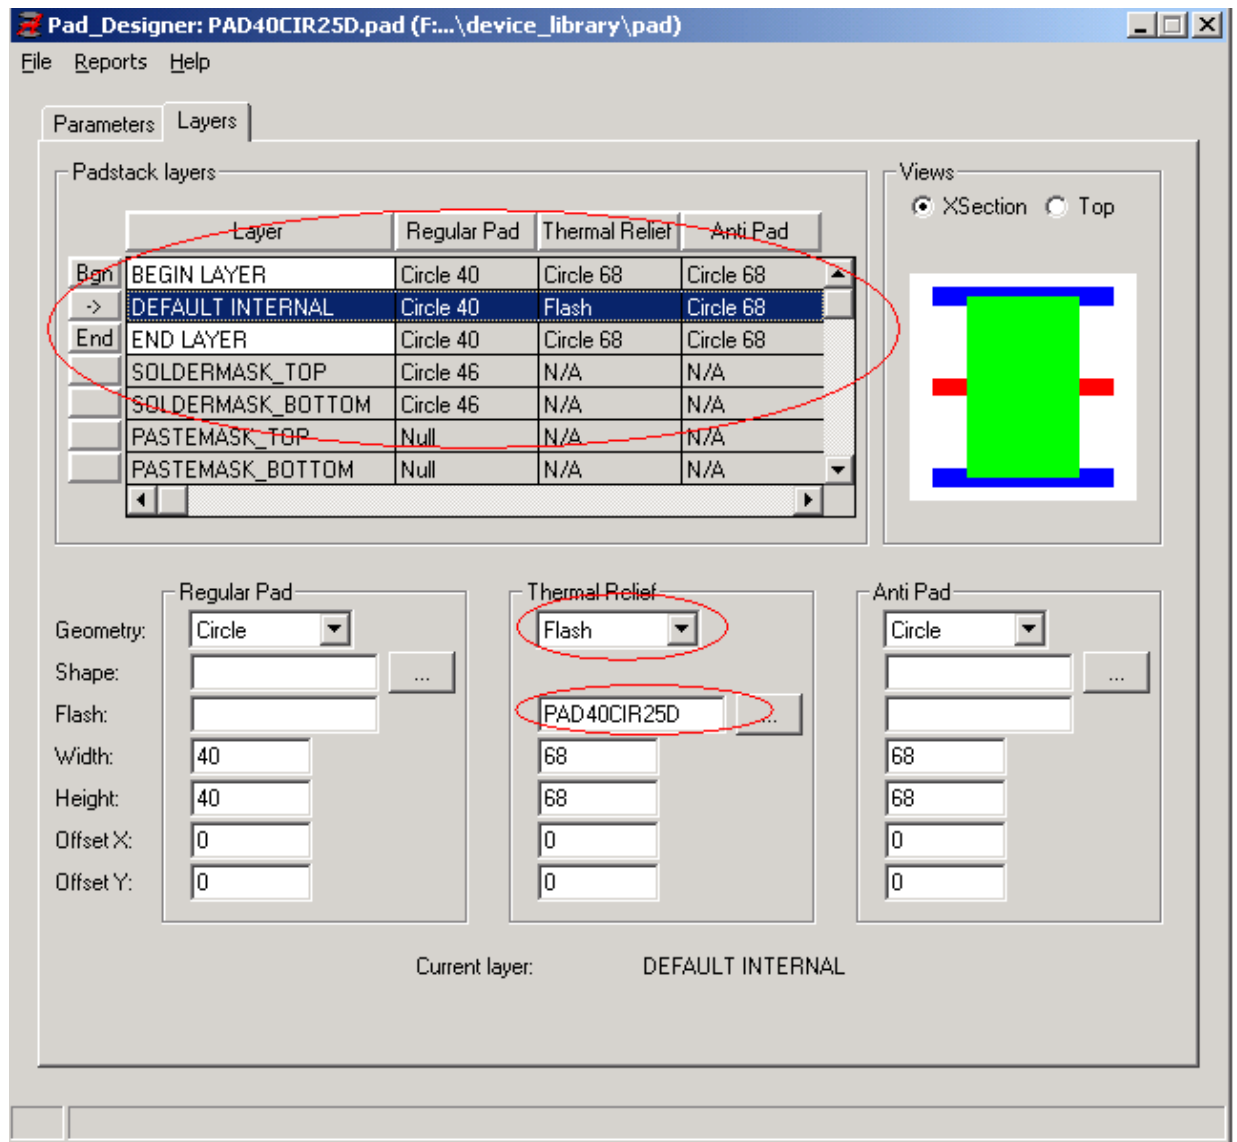

图 6-13 Padstack layers 相关设置
4) Padsatck layers 设置如图 6-13，阻焊、Thermal Relief and Anti Pad 相关要求见第 4 章高计要求。